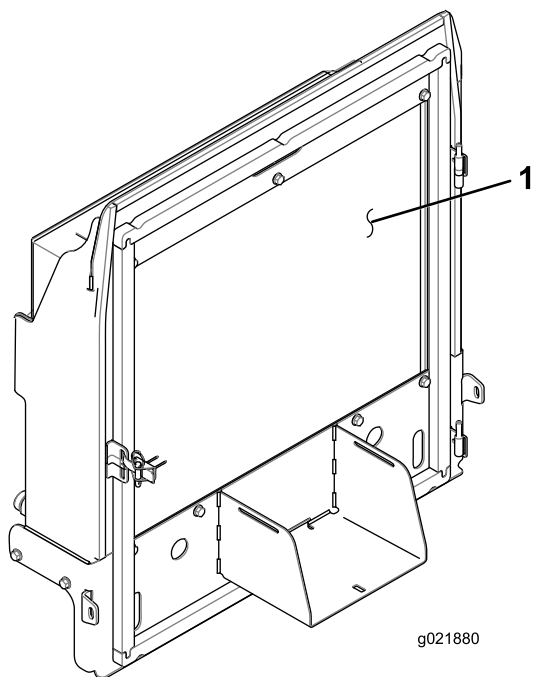

Figure 82
4. Nettoyez soigneusement les deux côtés du radiateur/refroidisseur d'huile (Figure 82) à l'air comprimé.